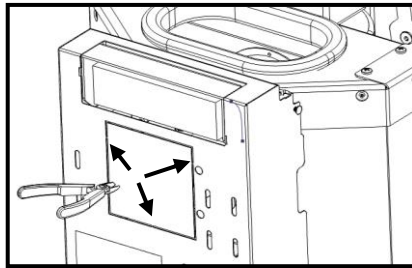

Figura 113 – Retirada de la tapa posterior
f) En la parte posterior del equipo, retire la tapa marcada en la Figura 113, cortando en las áreas marcadas con un alicate de corte.